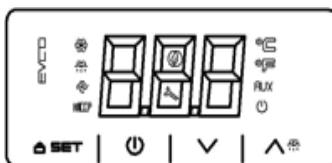

Рис. 3 Регулировка температурного режима
7.2.1.1 Контроллер EV3B22 обеспечивает: поддержание температурного режима в камере, индикацию температуры, включение звуковой сигнализации при выходе температуры в камере за установленные пределы на 6 °C. Датчик температуры размещается внутри камеры морозильника. Органы управления выведены на панель управления морозильника (рис.3):